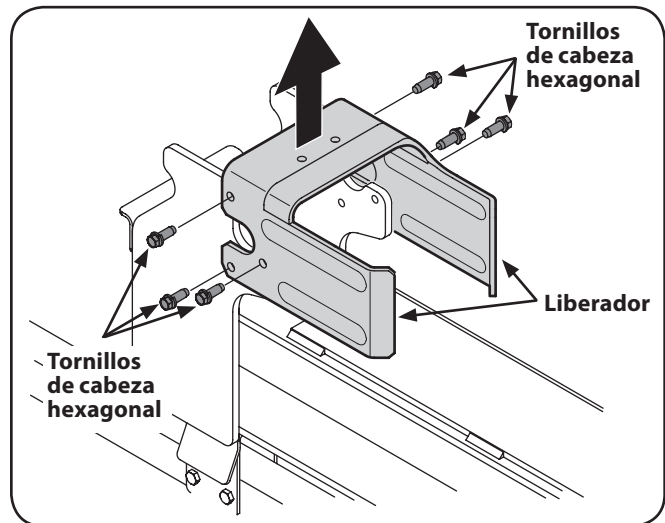

Figura 3-4
14. Desconecte el liberador del soporte soldado de viga retirando los seis tornillos hexagonales. Vea la Figura 3-4.
17. Coloque el liberador encima del montaje de la cuña y fíjelo en los soportes soldados con los elementos de ferretería que extrajo previamente. Vea la Figura 3-4.